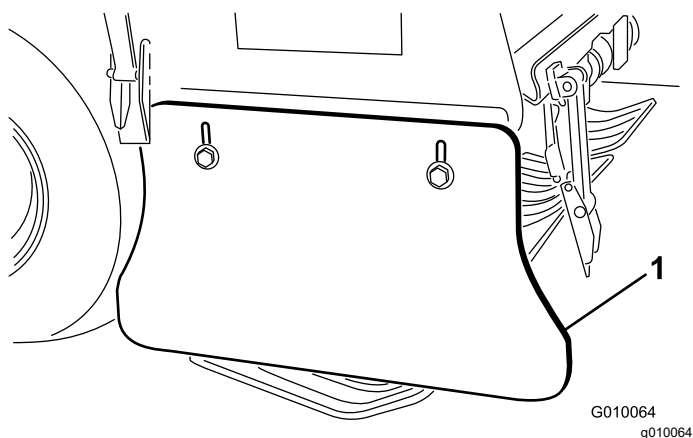

図 66
2. サイドシールドをフレームに固定しているボルトとナットをゆるめる 図 66。